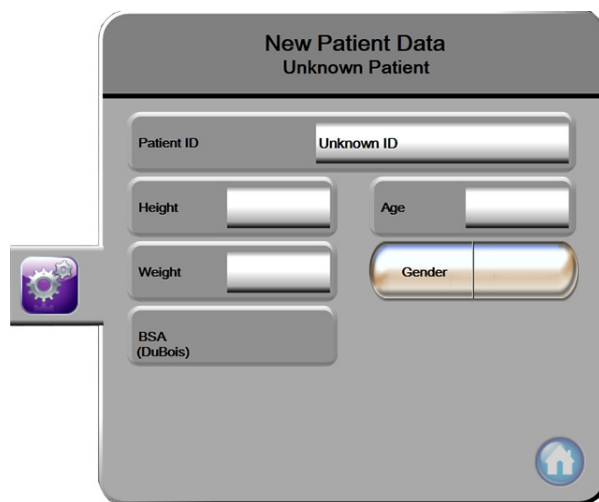

Рис. 6-2 Экран данных нового пациента
- 5 Отобразится экран **New Patient Data** (Данные нового пациента). См. рис. 6-2.